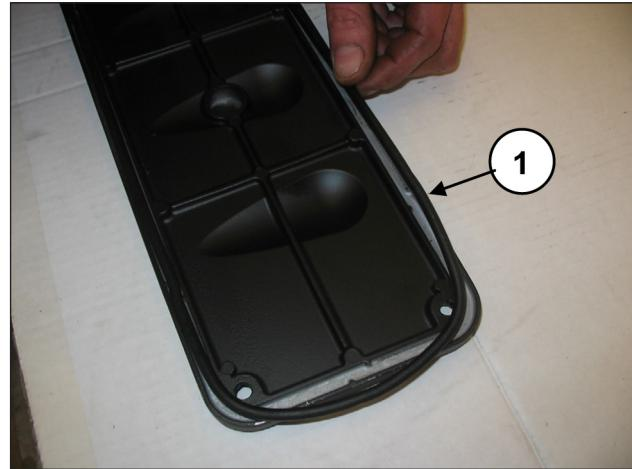
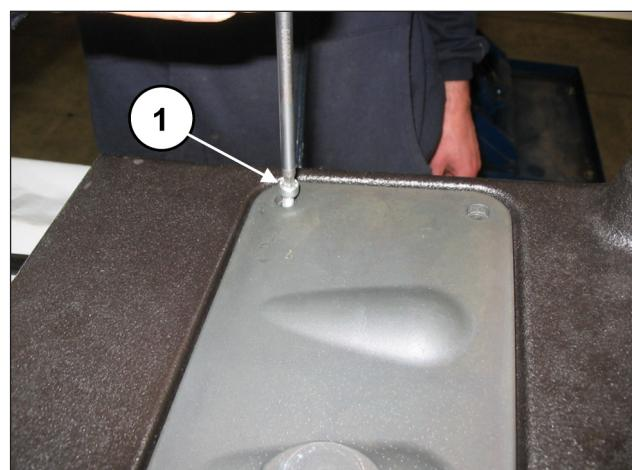

Abb. 99
Abb. 100
Setzen Sie auf die beiden Inspektionsdeckel den O-Ring (Pos. ①, Abb. 99) und montieren Sie die Deckel mit 4+4 Schrauben M6x14 (Pos. ①, Abb. 100).